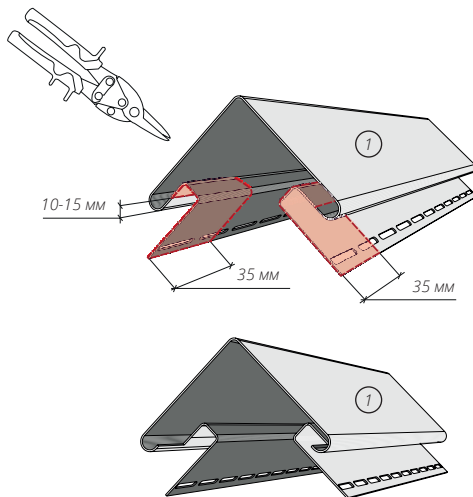
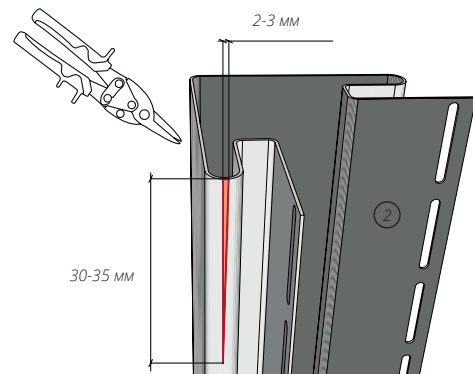
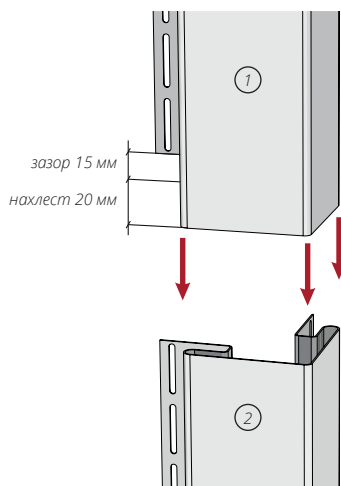
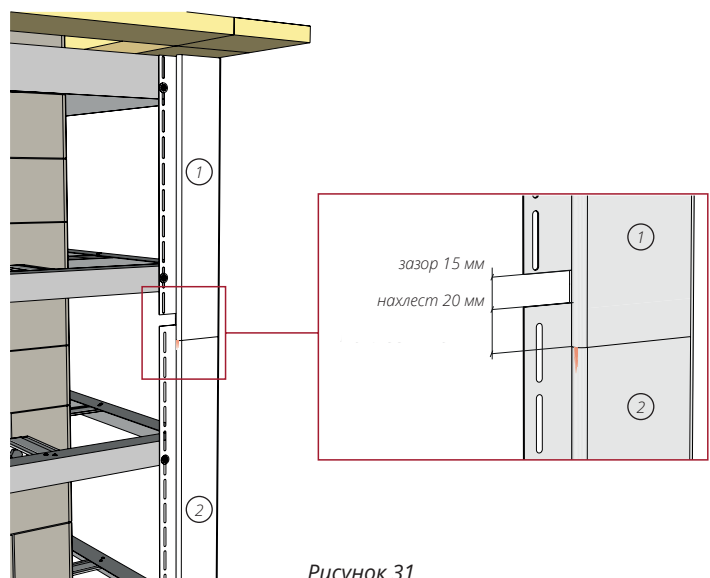

Рисунок 28
Рисунок 29
Рисунок 30
Рисунок 31
12.6 Если высота здания превышает 3 м, необходимо нарастить угол. Для этого срезаем верхнюю тыльную часть наращиваемого угла (Рис. 28). В нижнем углу делаем вырез в виде треугольника на боковых ребрах согласно Рис. 29. Вырез треугольника на боковых частях нижнего угла будет немного заметен, но уменьшит прогиб нижнего угла в соединении и позволит элементам оставаться более подвижными при тепловых расширениях и сжатиях. После монтажа, возможен небольшой прогиб в нижнем углу в месте соединения. Производим монтаж согласно Рис. 30, Рис. 31 соблюдая общие правила монтажа.